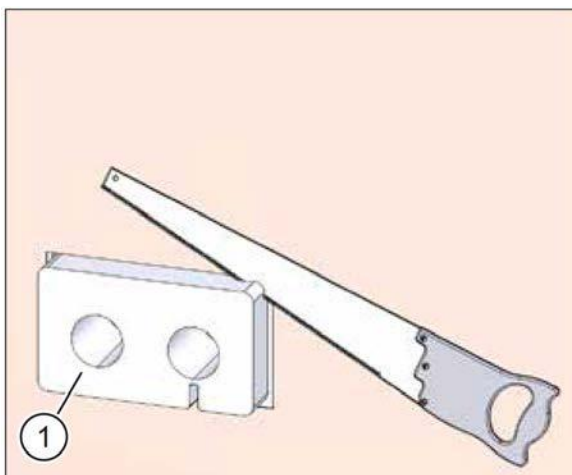
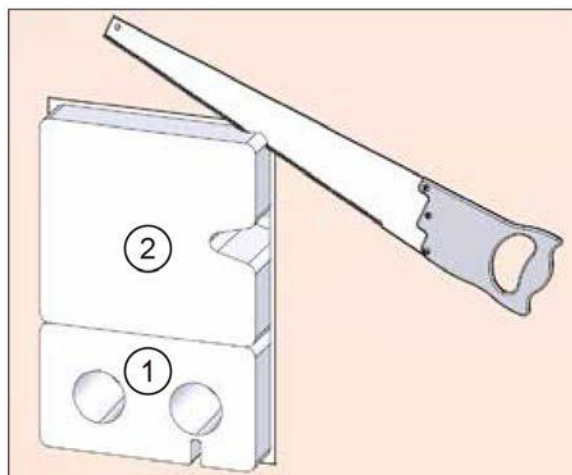

Рис. 33: откорректировать размер настенного ящика без вставки-заполнителя
Рис. 34: откорректировать размер настенного ящика со вставкой-заполнителем
- ▶ Используя пилу для пенопласта, обрежьте выступающий край настенной коробки (поз. 1 на рис. 33 и на рис. 34) и, при необходимости, вставку-заполнитель (поз. 2 на рис. 34) таким образом, чтобы они были вровень с капитальной стеной или ранее установленной изоляцией.